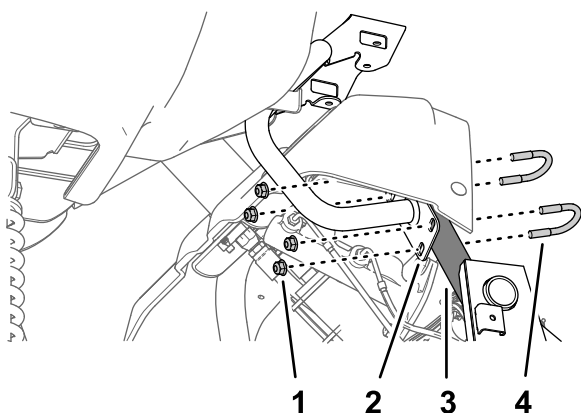

Figura 164
- Monte a placa da montagem do monitor no tubo de suporte da estrutura da máquina (Figura 164)